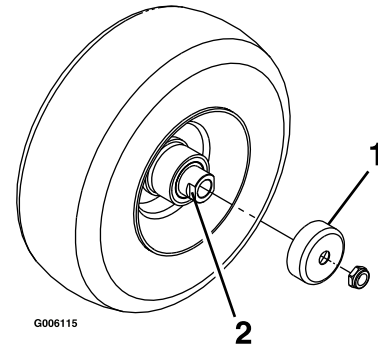

**Bild 44**
5. Schmieren Sie den Spannarm des Treibriemens (Bild 44).